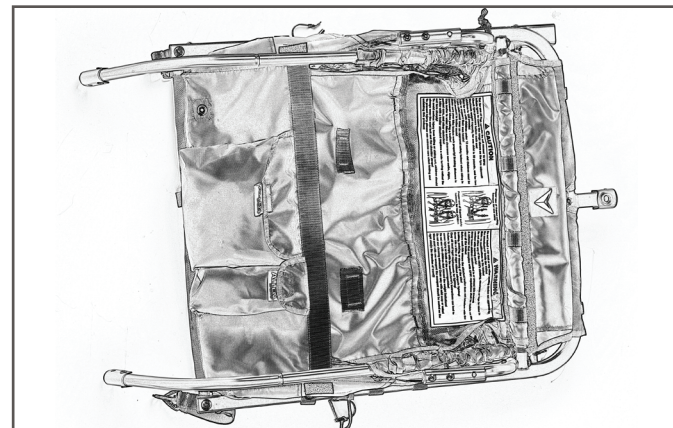

図39
- c.トレーラーがイメージのように平坦になるまでフレームを平らにします(図39)。